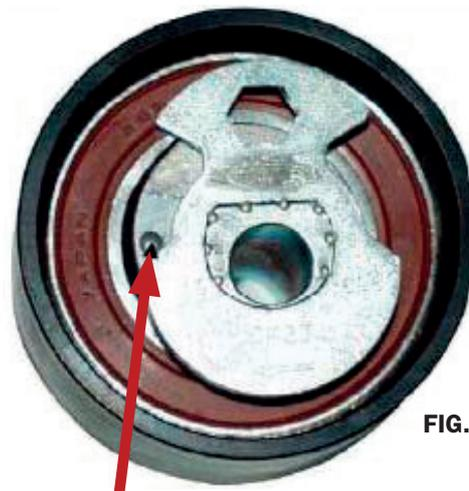

FIG. 2
7. Gire el tensor en el sentido de las agujas del reloj (con la llave Allen) hasta que la marca de control esté situada justo encima del borde inferior de la marca tallada (Fig. 2).
11. Gire el motor 2 revoluciones **en el sentido de las agujas del reloj** y compruebe que la marca del tensor siga estando justo encima del borde inferior de la marca tallada (Fig. 2). En caso de que la posición no sea correcta, vuelva a empezar este procedimiento desde el principio.